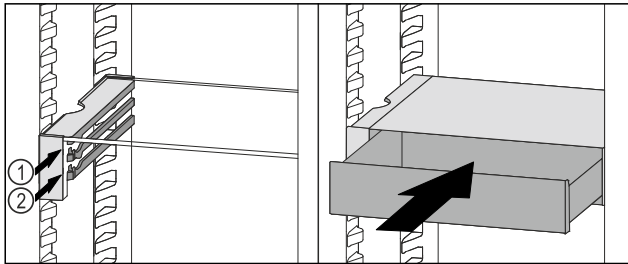

Fig. 106
- VarioSafe çekmecesini durdurucuların arkasında istedięiniz kademe çıkıntısı Fig. 106 (1) veya Fig. 106 (2) üzerine yerleřtirin.